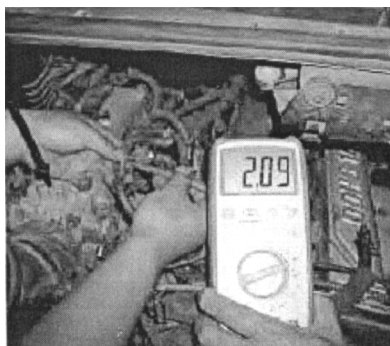

图 5-58 检查信号电压
(2) 检测输出信号电压 如图 5-58 所示，插回传感器插接器插头，起动发动机，测量